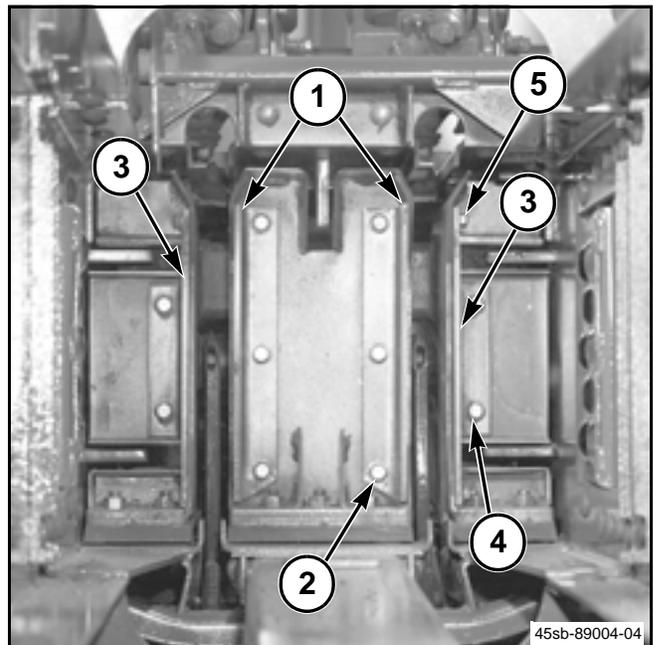

FIG. 31
FIG. 31: En enfardadores de amarre de alambre, se debe instalar extensiones de superficie de émbolo cuando se enfarda cosecha de tallos largos como mijo, maíz y hierba de Sudán, para que el retorcedor trabaje mas eficientemente. NO instale extensiones de superficie de émbolo a menos que ocurran problemas de amarre. Para instalar las extensiones de superficie del émbolo, coloque las extensiones en la superficie del émbolo. Asegure cada una de las extensiones de superficie del émbolo central (1) con tres tornillos dentados de brida hexagonal de 3/8 x 3/4 pulgadas (2). Las extensiones de superficie del émbolo exterior (3) están sujetas con dos tornillos dentados de brida hexagonal de 3/8 x 3/4 pulgadas (4), dos pernos de arado de 5/16 x 3/4 pulgadas (5) y dos tuercas de brida hexagonal de traba superiores de 5/16.